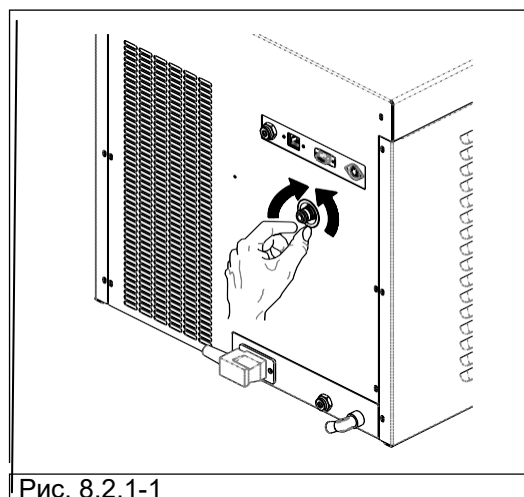

Рис. 8.2.1-1
2. Поверните заглушку (рис. 8.2.1-1), расположенную в верхней части клапана, против часовой стрелки, пока она не дойдет до конца резьбы и не начнет свободно вращаться.